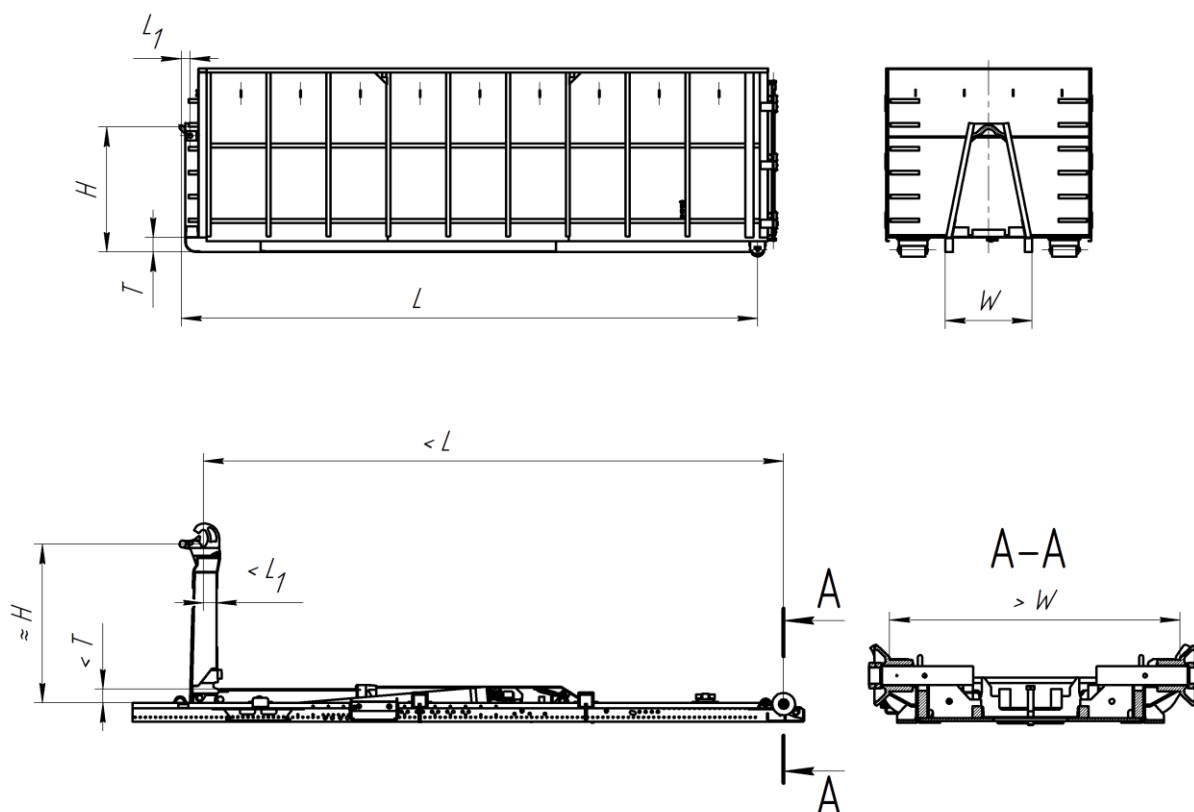

Рисунок 2.6 – Соответствие размеров оборудования и кузова
Перед загрузкой незнакомого кузова на автомобиль проверьте (рисунок 2.6), чтобы высота петли кузова (H), туннельная высота (T), длина (L), расстояние между петлями и упором на передней стенке кузова (L_1) а также ширина по продольным балкам (лыжам) (W) соответствовали размерам Вашего оборудования. Также необходимо проверить, чтобы на лыжах кузова имелись углубления для фиксаторов необходимых для блокировки кузова в транспортном положении. Если имеются малейшие сомнения в размерах съемного кузова, то измерьте их сначала, чтобы не повредить оборудование или кузов.